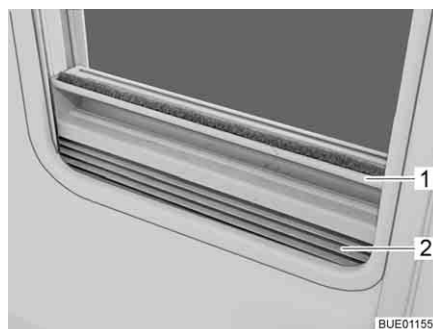

Fig. 48 Estor plegable
- Sujetar el estor plegable (Fig. 48,2) por el centro del agarradero (Fig. 48,1), tirar de abajo a arriba y soltarla a la altura deseada. El estor plegable se queda fijo a esta altura.